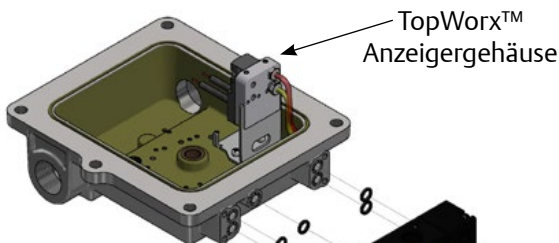

Abb. 1
Alle Ventile sind für die interne Pilotdruckversorgung konfiguriert. Die Pilotdruckversorgung erfolgt vom Pilotventil im TopWorx™ Anzeigerfeld, wie in Abbildung 1 (a) dargestellt ist.
- Bei der Montage dieses Produkts an einem Piloten gemäß **ATEX 2014/34/EU**, die ungünstigste Kategorie, den maximalen Arbeitsdruck und die Temperatur berücksichtigen. Die Einhaltung der grundlegenden Gesundheits- und Sicherheitsanforderungen wurde mit der Europäischen Norm EN 13463-1 sichergestellt. Die Montageposition für die Piloten, wie in Abbildung 1 (a) dargestellt.
- **MONTAGE VON 1.06Cv-AUSFÜHRUNGEN:** Ventile der Baureihe 1.06Cv sind direkt auf dem Anzeigergehäuse montiert. Federrückstellventile werden mit Hilfe von 3 Schrauben montiert und Dual-Pilotventile werden mit Hilfe von 4 Schrauben montiert, wie in Abbildung 1 (a) und 1 (b) dargestellt ist. Befestigungsschrauben sind im Lieferumfang des Ventils nicht enthalten. Das in den Bildern gezeigte TopWorx Anzeigergehäuse dient nur zu Veranschaulichungszwecken.